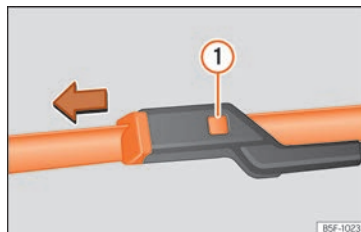

Abb. 41 Scheibenwischerblätter vorne auswechseln.
- Entriegelungstaste » **Abb. 41** ① gedrückt halten und gleichzeitig das Scheibenwischerblatt in Pfeilrichtung abziehen.